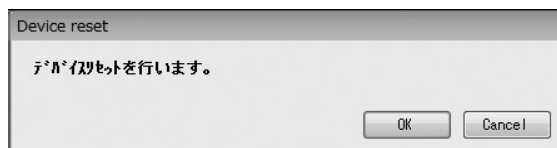

図3-77
- ① メニューの「Maintenance (M)」をクリックし、「Device reset」を選び再度クリックします。
- ② 次のウィンドウ（図3-77）が表示されます。